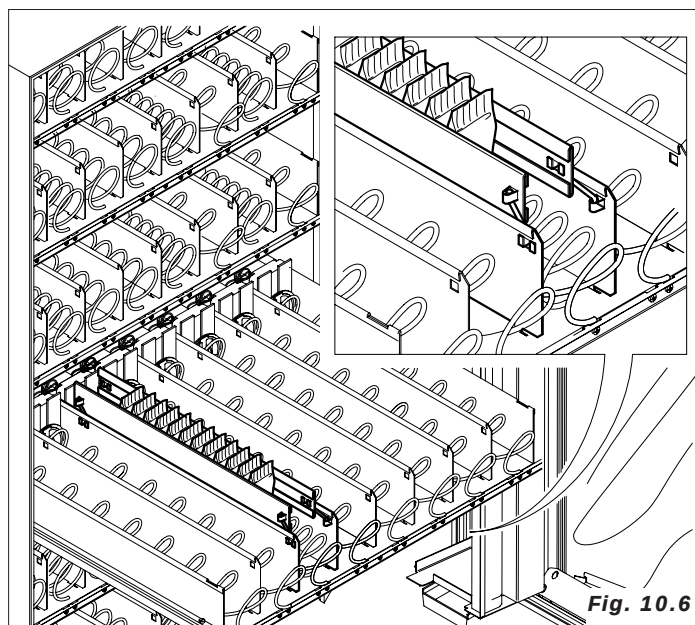

Fig. 10.6
- es posible introducir guías paralelamente a los espirales para los productos angostos y altos (véase fig.10.6) con la finalidad de reducir el espacio entre el producto y las paredes del compartimento.